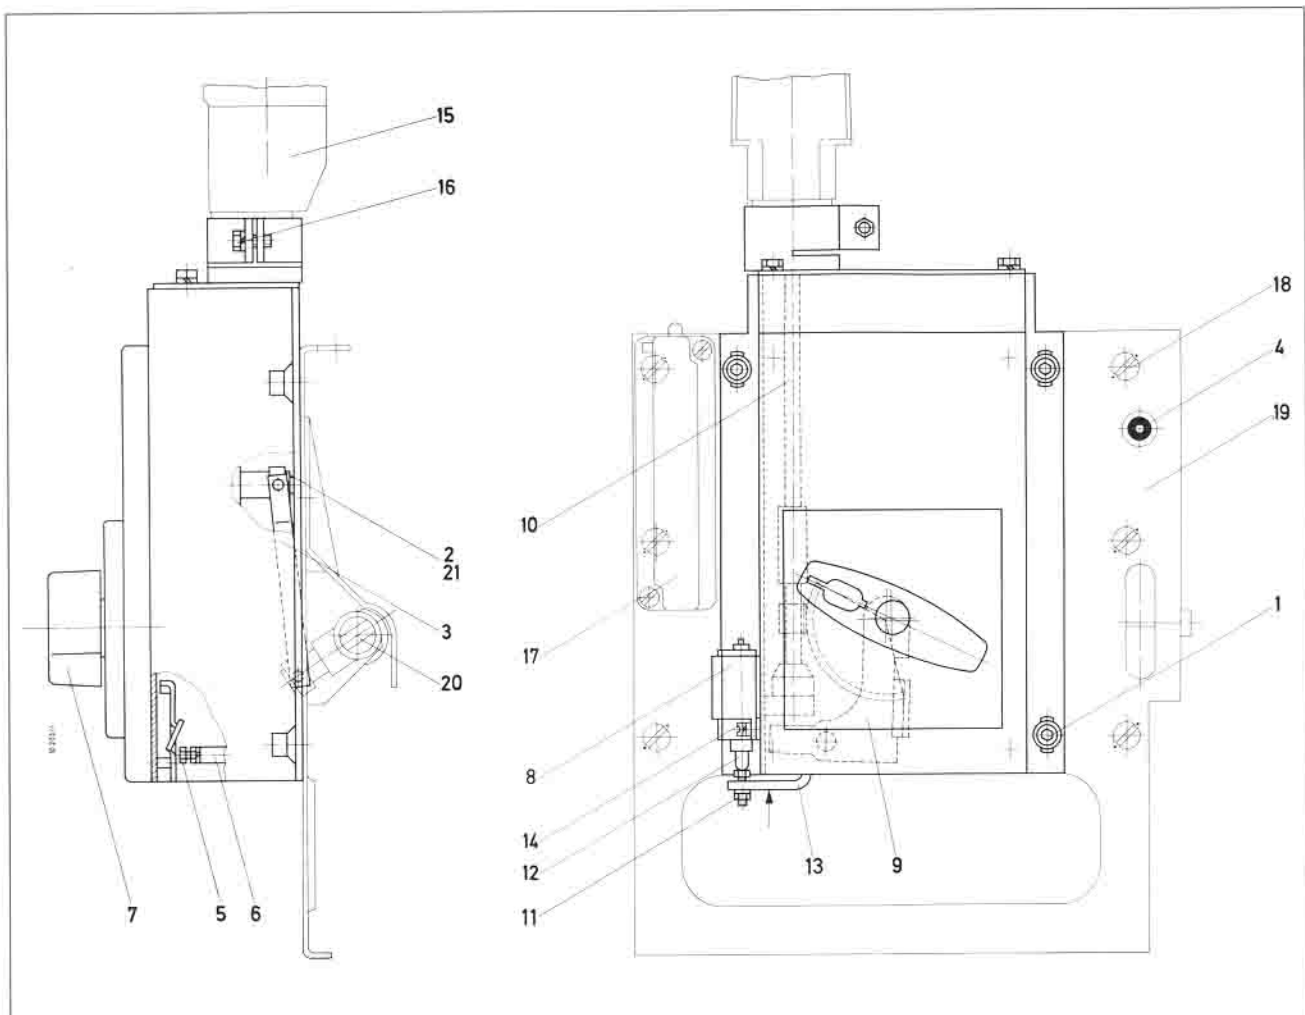

Fig. 5.
3.4 Auswechseln des Antriebsbauteiles (Fig. 5)
3.4. Replacing the switch-drive module (Fig. 5)
3.4 Recambio del elemento de accionamiento (Fig. 5)